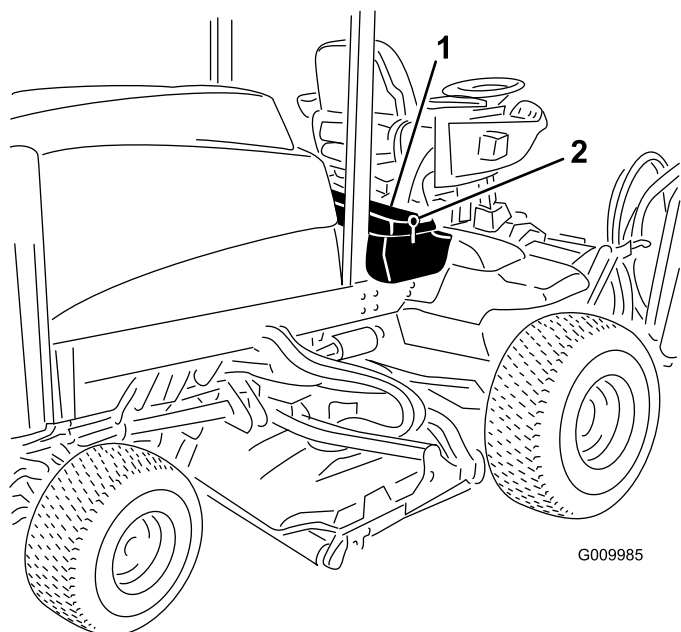

Figura 60
1. Sbloccate e sollevate il pannello della consolle (Figura 60).